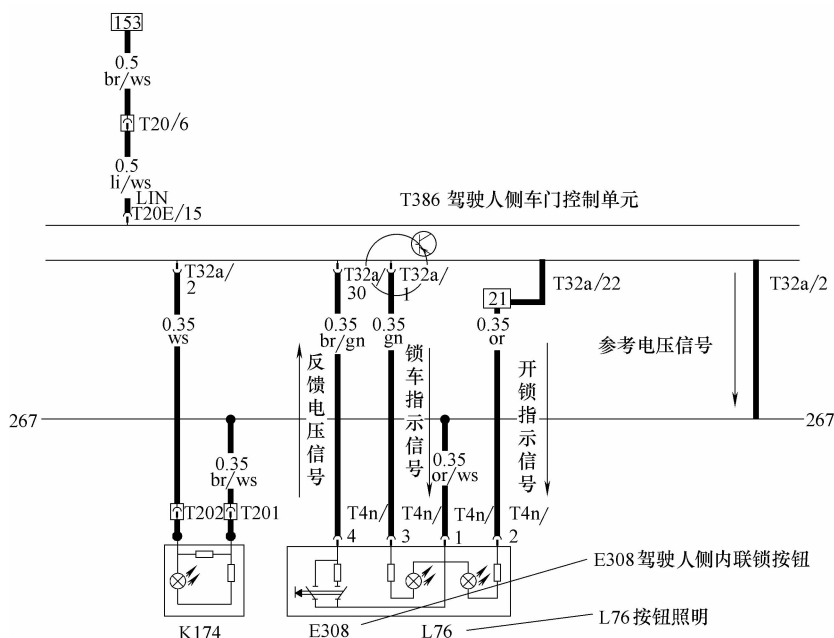

图 3.11-2 驾驶人侧车门控制单元与驾驶人侧内连锁按钮连接电路图
③ 根据图 3.11-2 所示的电路图，用万用表测得驾驶人侧内联锁按钮插头 T4n/3 与 T4n/1 之间无电压，而 T4n/2 与 T4n/1 之间电压值为 2.3V。